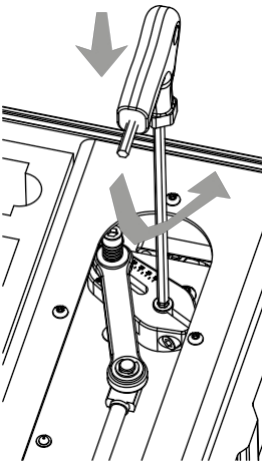

Figure 4.1
Führen Sie das lange Ende des 5 mm-Sechskantwerkzeugs durch das Loch im Fenster über der Kurbel. Das Werkzeug sollte in den Sechskantschlüssel in der Mitte des Kurbelarms eingreifen (Abb. 4.1).
**Hinweis:** Manchmal ist es nicht möglich, die Kurbelposition einzustellen, weil die Pleuelstange die in Abbildung 4.1 gezeigte Sechskantschraube verdeckt. In diesem Fall müssen Sie die Fernbedienung verwenden, um den Motor eine halbe Umdrehung zu drehen, bis das 5 mm Sechskantwerkzeug passt. Einzelheiten zu den Funktionen der Fernbedienung finden Sie in Abschnitt 5.